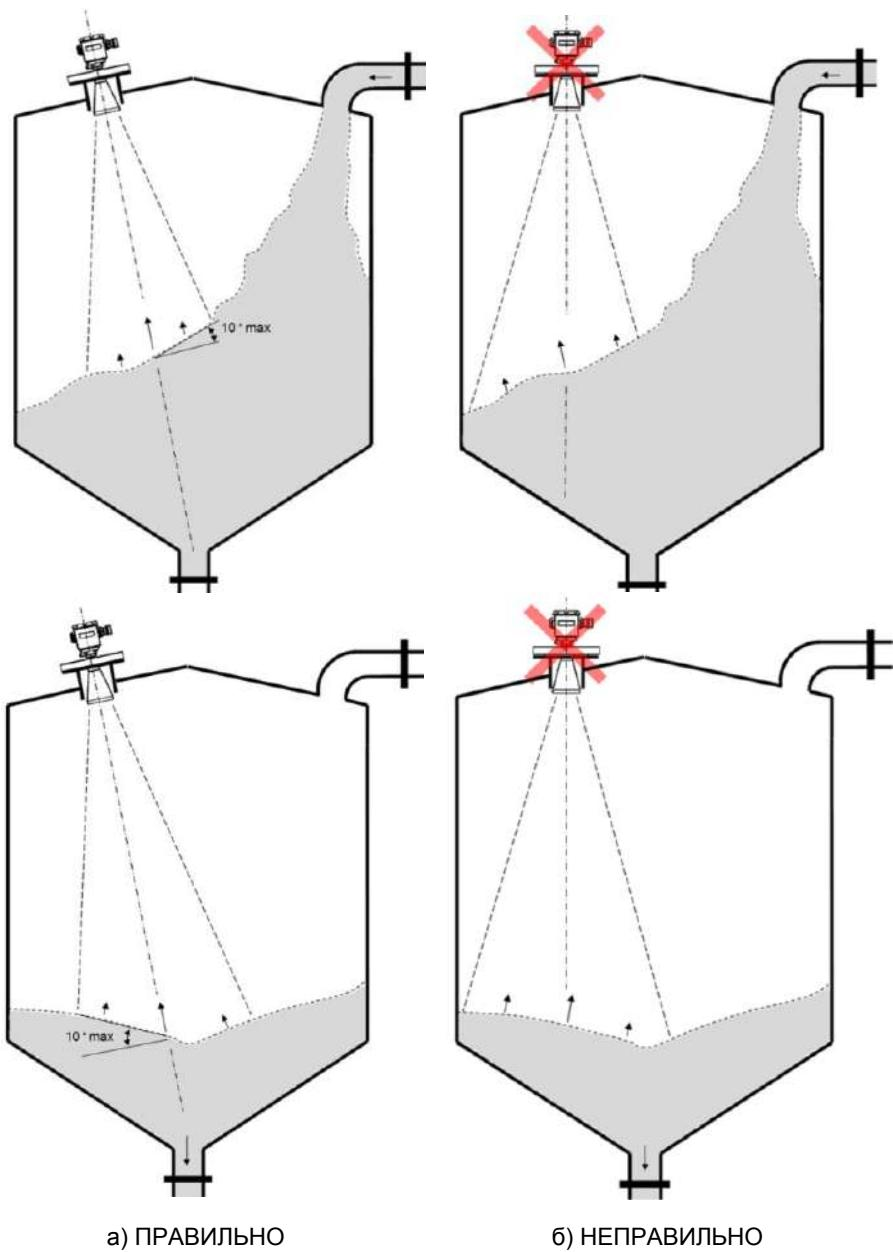

Рисунок 17 – Установка уровнемера при измерении уровня сыпучих сред
– устанавливать уровнемер в резервуаре таким образом, чтобы отклонение геометрической оси излучения уровнемера от перпендикуляра по отношению к облучаемой поверхности было не более 10° (см. рисунок 17);